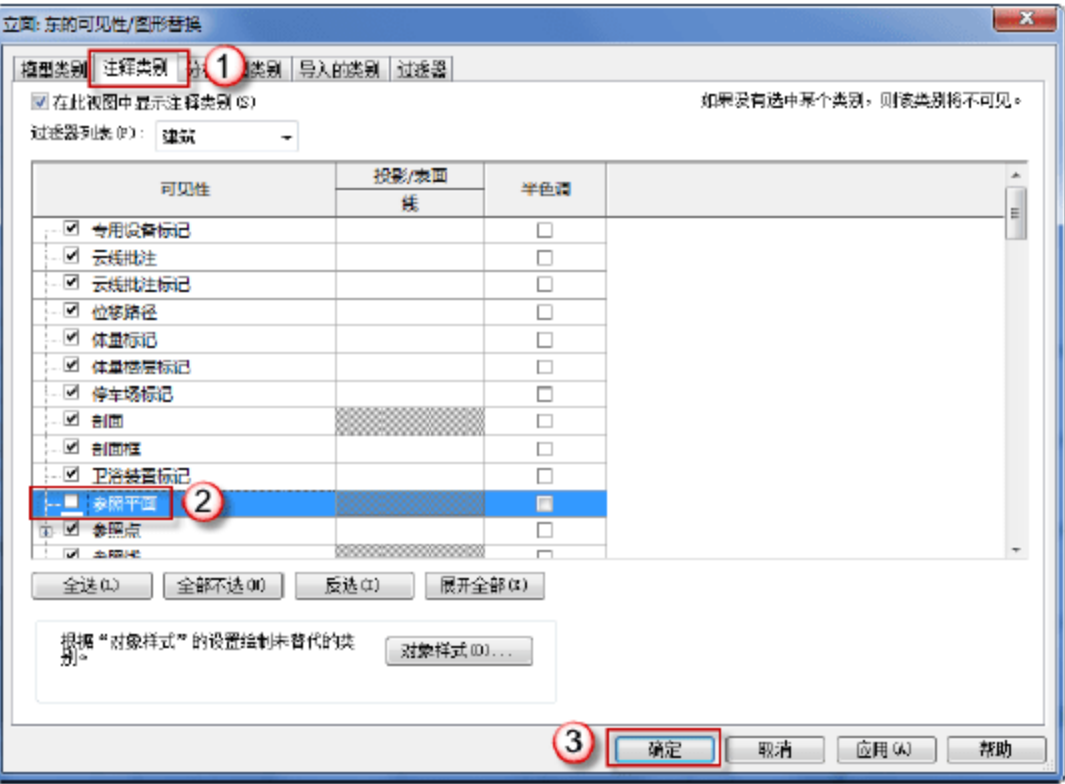
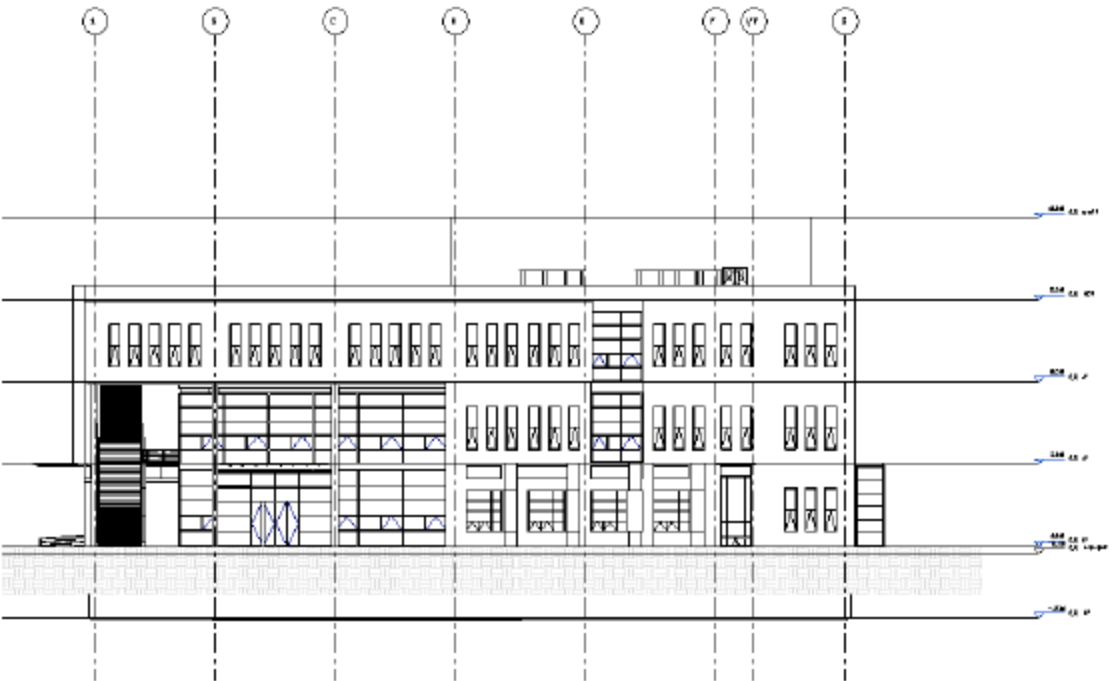

图 13.1.14 隐藏参照平面 1
图 13.1.15 隐藏参照平面 2
(2) 隐藏参照平面。按两下快捷键 V，在弹出的“立面：东的可见性/图形替换”对话框中，选择“注释类别”标签，取消“参照平面”复选框的选择，单击“确定”按钮，如图 13.1.14 所示。进行此步操作后，立面图中的参照平面就被隐藏起来，如图 13.1.15 所示。